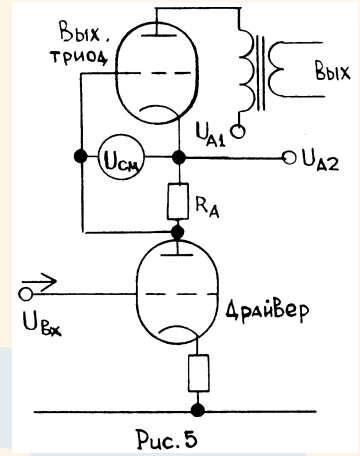

Рис.5
▶ Та же схема Loftin-White, только иначе нарисованная и по смыслу ближе к оригиналу, чем в журнале (см. рис. 5). Преимущества такой схемы: непосредственная связь драйвера (нижней лампы) с выходной лампой, что и было раньше; исключение резистора автосмещения и шунтирующего конденсатора у выходной лампы. Оба компонента существенно влияют на звук и уменьшают КПД каскада. Налицо и недостатки: 1) невозможность получить от драйвера большой амплитуды раскачки, 2) два источника питания. Первый можно обойти, применив выходную лампу с большим отрицательным смещением, к примеру 300В с $U_A=450$ V, $U_{с-и}=97$ V. Еще более повысить напряжение возбуждения на верхнюю лампу можно, применив в качестве драйвера каскад SRPP. Со вторым недостатком можно смириться. Схема пока не отработана, находится в стадии воплощения, результаты обнадеживают. Что скажете вы?